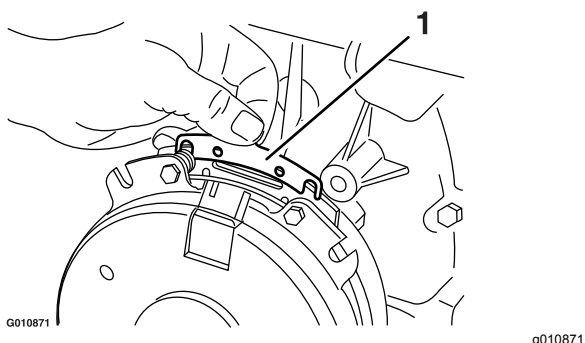

**Figure 59**
- A. Desserrez les boulons de fixation du frein d'un demi-tour à un tour complet, comme montré à la Figure 59.